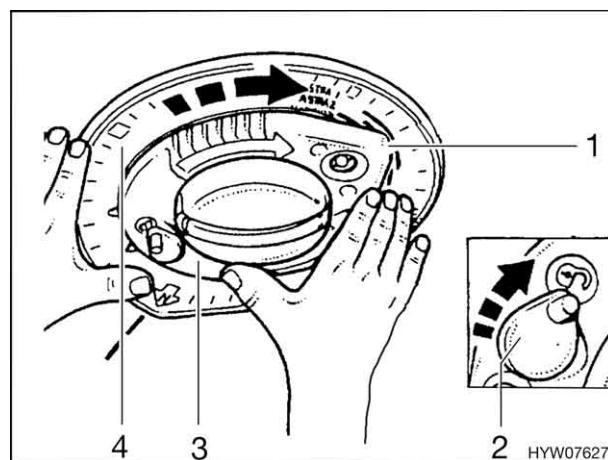

Fig. 24 Rotazione dell'antenna
- Ruotare il bloccaggio (Fig. 24,2) del dispositivo di rilevamento in posizione "🔓".
- Mantenere l'anello di fissaggio per la posizione (Fig. 24,4) nella sua posizione e ruotare il dispositivo di rilevamento (Fig. 24,3) finché la punta del dispositivo di rilevamento (Fig. 24,1) non indica il centro del segmento colorato del satellite desiderato. (Fig. 24).
- Ruotare il bloccaggio (Fig. 24,2) del dispositivo di rilevamento in posizione "🔒".
- Ruotare il bloccaggio (Fig. 24,2) del dispositivo di rilevamento in posizione "".
- Ruotare il bloccaggio (Fig. 24,2) del dispositivo di rilevamento in posizione ".